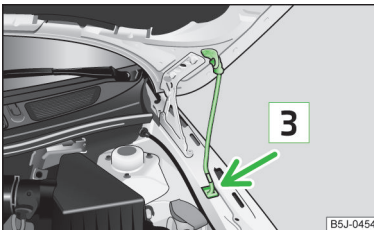

Abb. 124 Sicherung der Motorraumklappe mit der Klappenstütze
- Die Klappenstütze aus der Halterung nehmen und die geöffnete Klappe sichern, indem das Ende der Klappenstütze in die dafür vorgesehene Öffnung **3** » Abb. 124 gesetzt wird.